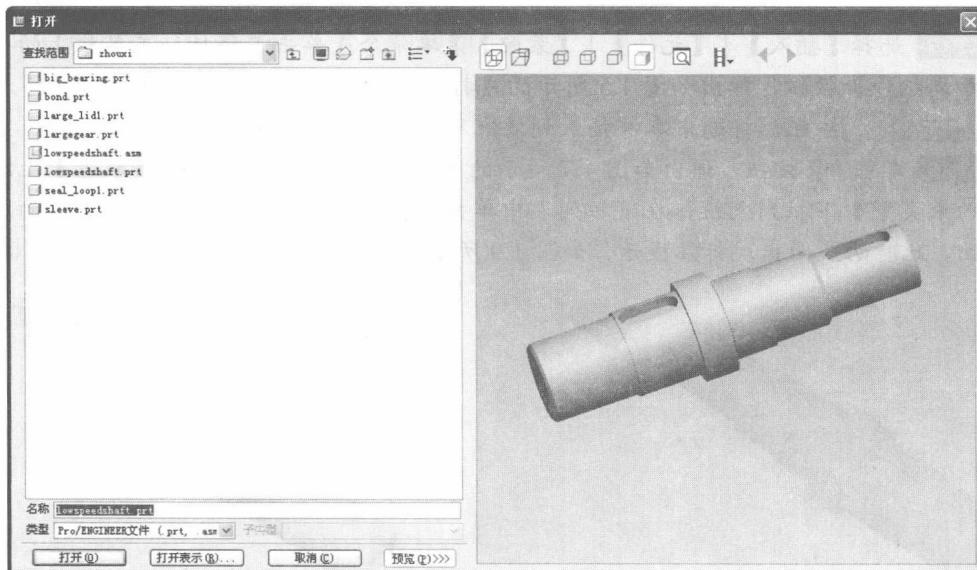
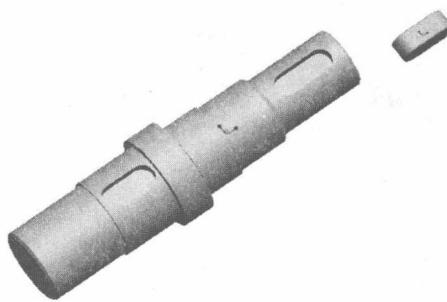

图 1.5 【打开】对话框
图 1.8 插入键
**STEP 04** 选择【插入】|【元件】|【装配】菜单命令或单击工程特征工具栏上的3（将元件添加到组件）按钮，弹出如图 1.5 所示的【打开】对话框。单击选择【lowspeedshaft.prt】零件，接着单击【打开】对话框中的【预览(E)>>>】按钮，打开预览功能，如图 1.5 所示。读者可以使用预览功能来插入需要的零件，当一个组件包含的零件个数较多时，读者往往记不清零件的具体名称，此时可以使用该预览功能来帮助寻找想要插入组件中的零件。
**STEP 07** 选择【插入】|【元件】|【装配】菜单命令或单击工程特征工具栏上的图标（将元件添加到组件）按钮，弹出如图 1.5 所示的【打开】对话框，单击选择【bond.prt】零件，单击【打开①】按钮，将选中零件插入到装配环境中，如图 1.8 所示。
**STEP 01** 选择【插入】 | 【元件】 | 【装配】菜单命令或单击工程特征工具栏上的 (将元件添加到组件) 按钮，弹出如图 1.5 所示的【打开】对话框，单击选择【largegear.prt】零件，单击 打开 按钮，将选中零件插入到装配环境中，如图 1.15 所示。